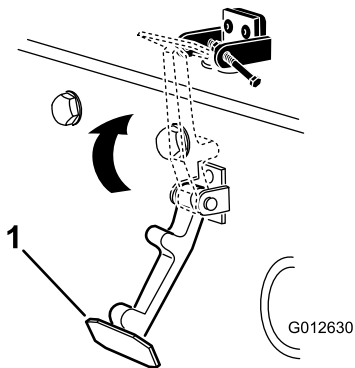

**Рисунок 5**
4. Совмещая монтажные отверстия, поместите стопорный кронштейн стандарта CE и кронштейн защелки капота на капот (Рисунок 5).
6. Приклепайте кронштейны и шайбы к капоту (Рисунок 5).